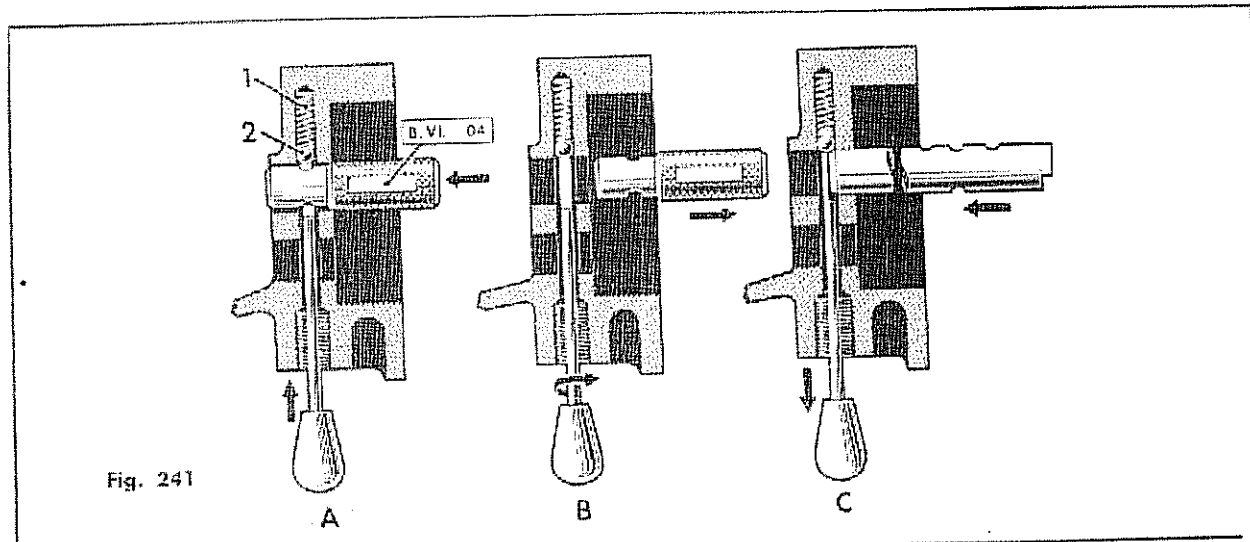

Fig. 241
Luego instalar el eje de 2da. y 3ra. velocidad, hasta que apoye en el chavile del pulsador, ésta permitirá que el eje tome la mitad de la bolilla, impidiendo que ésta pueda salirse. Retirar el pulsador o introducir el eje según se indica en la vista C (Fig. 241).
- 1) Colocar por el orificio de pasaje del eje de 2da. y 3ra. velocidad, la herramienta especial mandril B.VI. 04, e introducir a través del orificio del mandril, el resorte (1) y la balilla de acero (2), oprimiendo a esta última contra el resorte con el pulsador según se indica en la vista A (Fig. 241).
Seguidamente retirar el mandril hacia atrás (ver flecha) y girar el pulsador en el sentido indicado por la flecha, hasta que la cara chanfleada del mismo quede orientada hacia el lado delantero de la caja, por donde se ha de introducir el eje (vista B, Fig. 241).